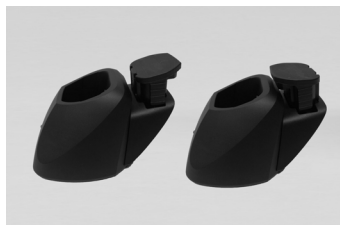

Fig. 25
1. Sæt batteriet i som vist (fig. 25) med kontakterne nedad. Begge placeringsorienteringer er mulige.